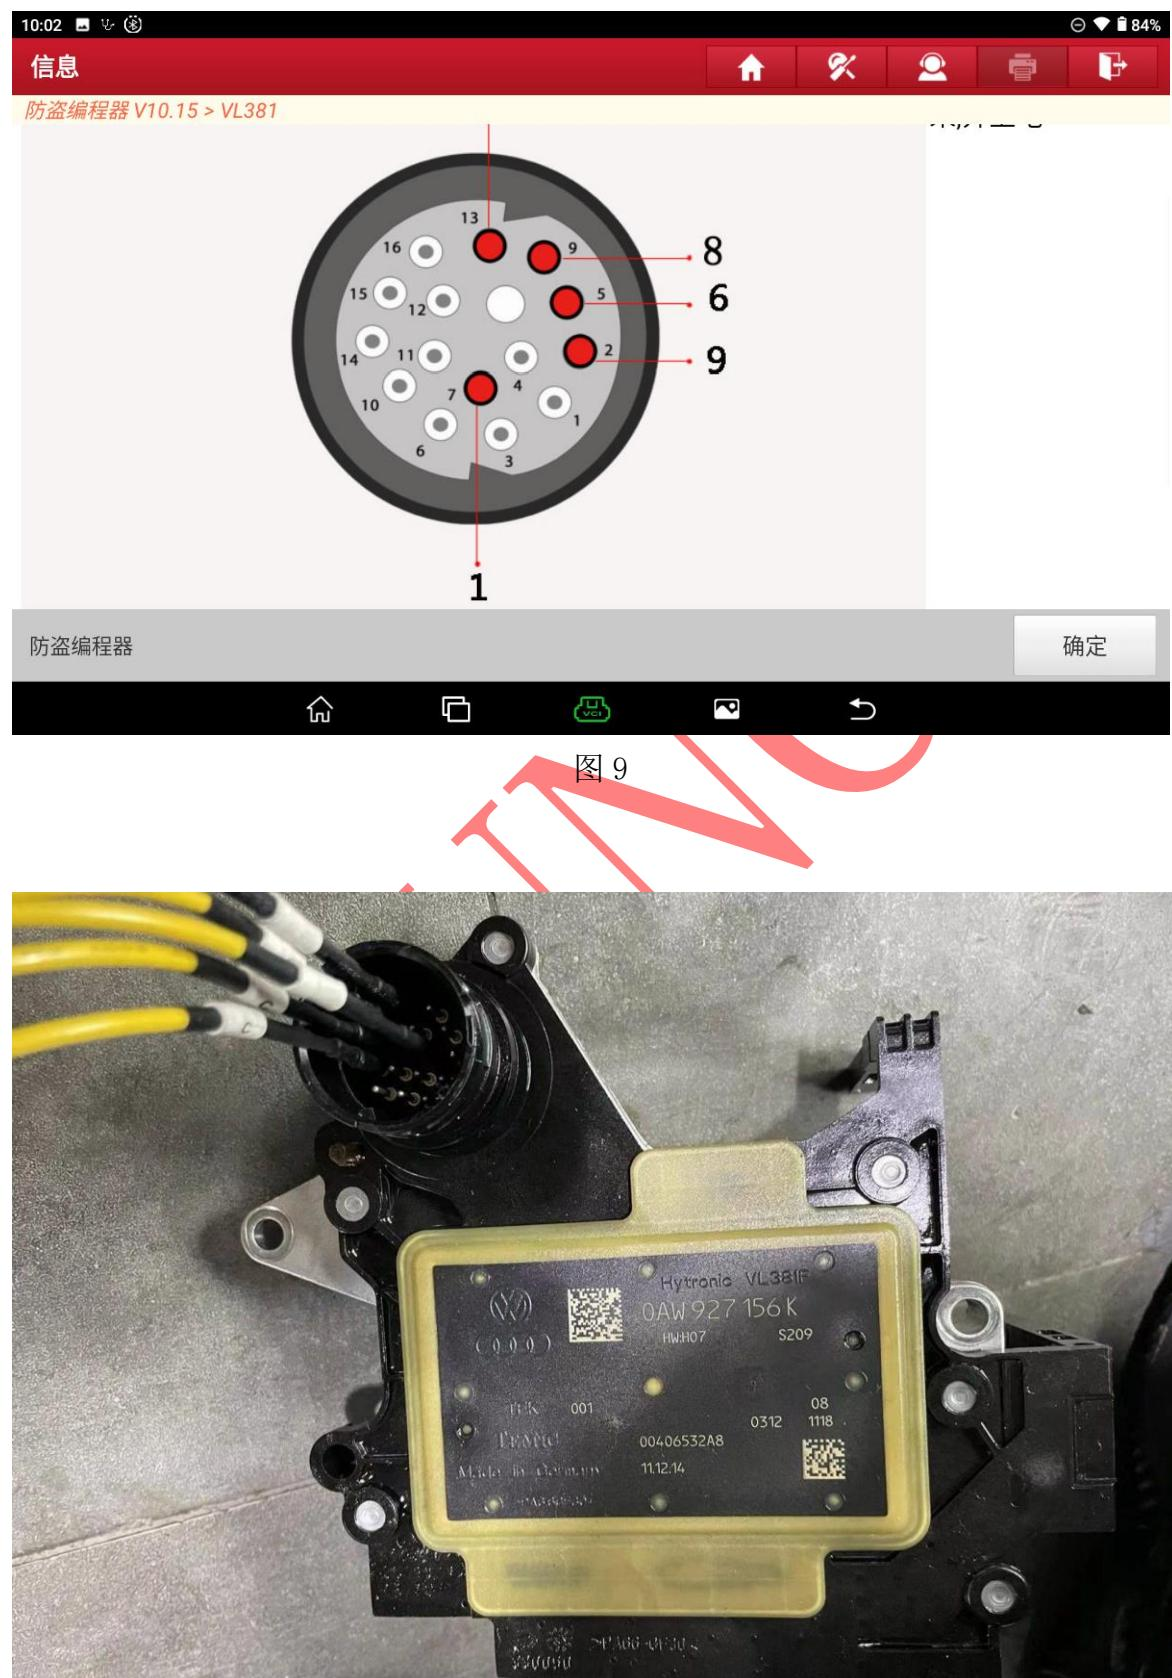

图 9-1
9. 按照图片连接原车变速箱电脑选择“确定”进入如图9, 图9-1;